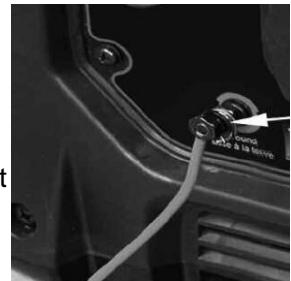

Bild 4
Öppna batteriets servicedörr. Se till att batteriet (A, bild 4) är ordentligt fast med remmen (B). Anslut den röda ledningen till batteriets positiva (+) pol.